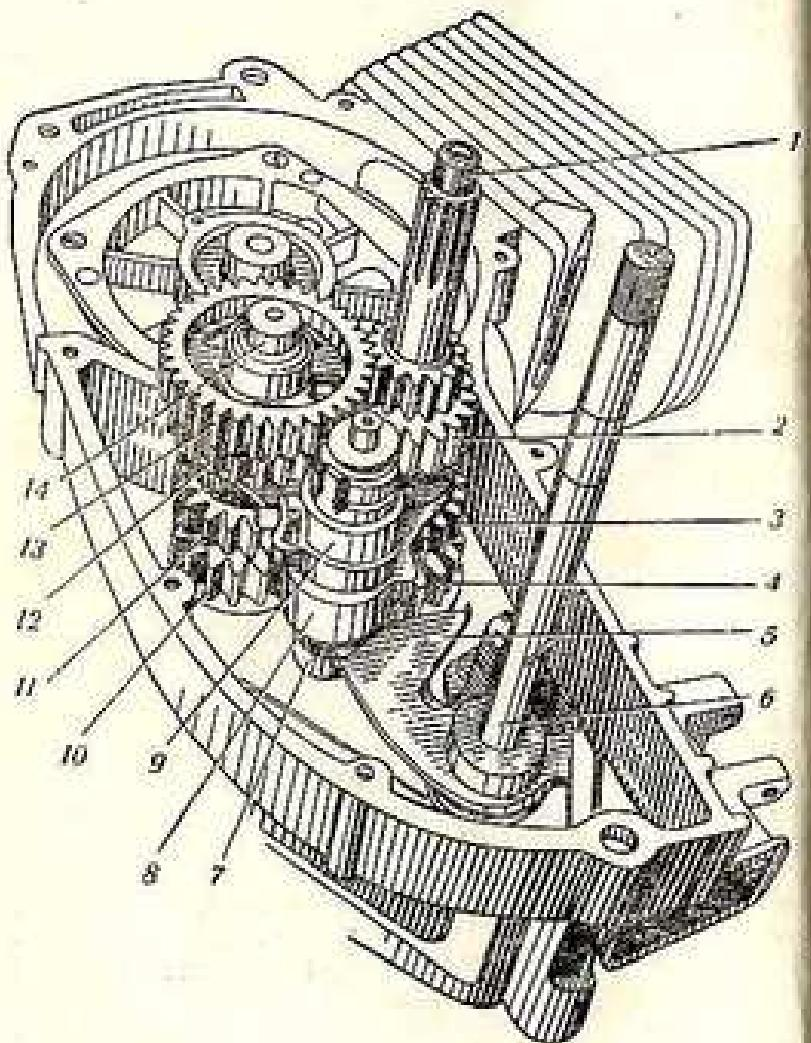

Рис. 9. КОРОБКА ПЕРЕДАЧ:
**СБОРКА КОРОБКИ ПЕРЕДАЧ** производится из правой половинки картера (рис. 9) при расположении шестерен, соответствующем IV передаче. При сборке следить, чтобы метка на зубце сектора совпадала с меткой на впадине зуба вала переключения передач. Все шайбы установить на свои места. Шестернию II и IV передач первичного вала ввести в зацепление с кулачками шестерни вторичного вала. Установить промежуточный вал с шестернями. В полуось коленчатого вала вставить шпонку и надеть выносной маховик. Очистить плоскость разъема от старого лака и смазать ее бакелитовым лаком СВС-1. В полуось коленчатого вала левой половинки картера вставить шпонку и начать соединение левой половины с правой.